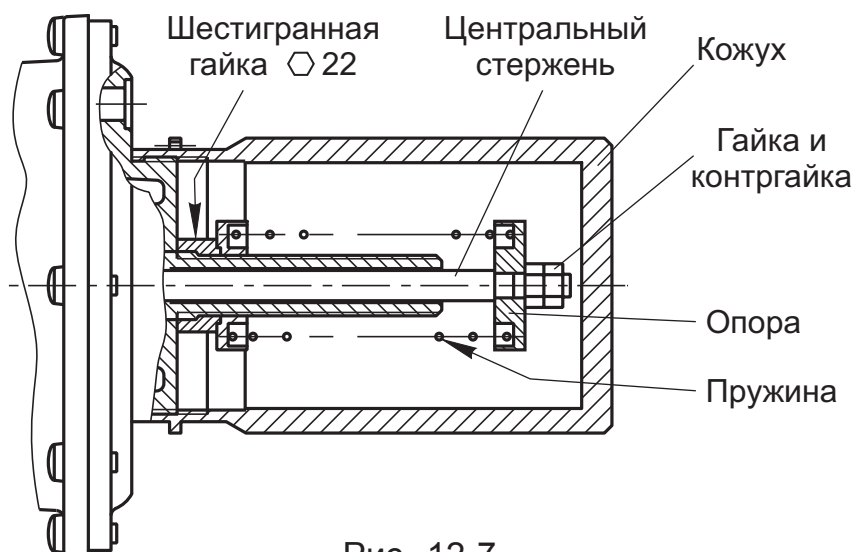

Рис. 12-7
### Настройка срабатывания клапана (рис. 12-7).
**Замена пружины (рис. 12-7)** должна производиться в следующем порядке: